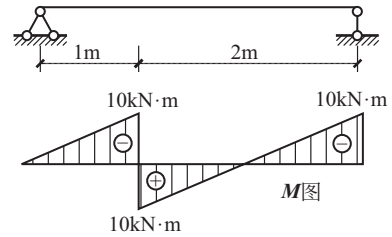

图 5-39 习题 7 图
7. 已知简支梁的弯矩图如图 5-39 所示,画荷载图和剪力图。